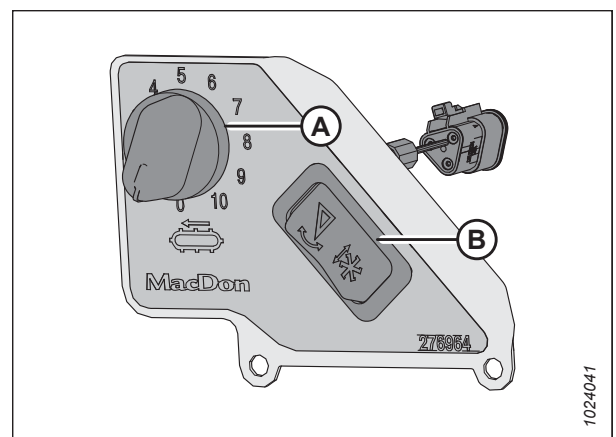

Figure 9.6: Commande de vitesse des tapis latéraux en cabine
Le commutateur (B) de la figure 9.6, page 621 permet à l'opérateur de basculer entre les commandes d'inclinaison de la plateforme et d'inclinaison avant-arrière du rabatteur..